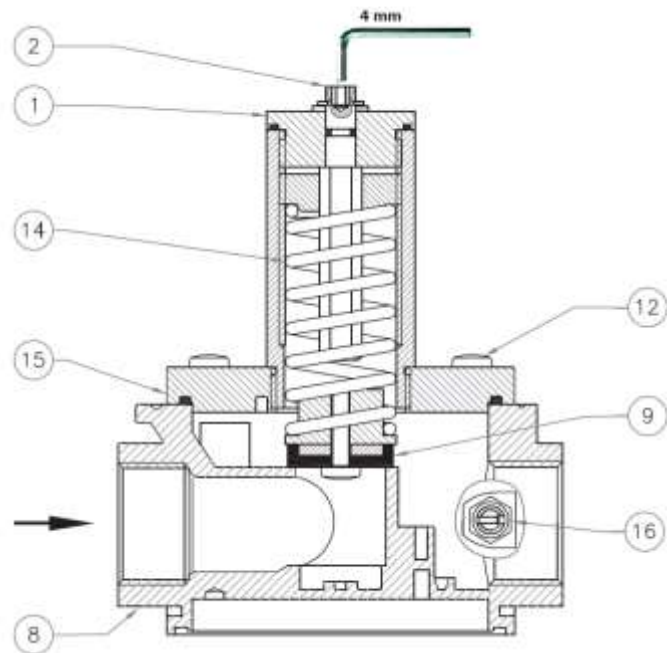

Рис. 4
Клапан (рис. 4): запорный колпачок (1); регулировочный винт (2); корпус (8); затвор (9); винты крепления (12); пружина регулирующего устройства (14); верхняя крышка (15); золотник отбора давления (16) (опция).